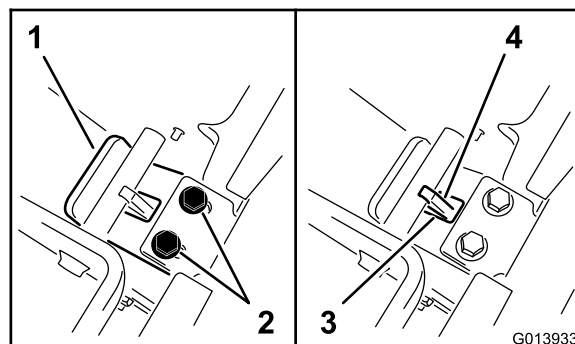

Рисунок 10
5. Сохраняя усилие на опорной пластине, сдвиньте планку на себя, чтобы кромка пластины вошла в контакт с поперечиной (Рисунок 10).